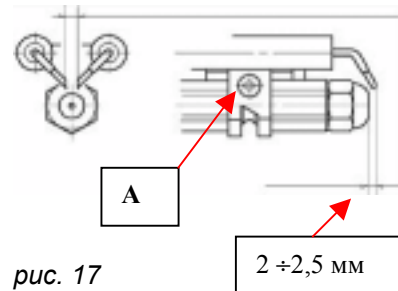

рис. 17
- снять электроды, открутив винт "A" (рис. 17)
Для правильной работы горелки следует строго соблюдать расстояния между электродами и между соплом и электродами, указанные на рис. 17.